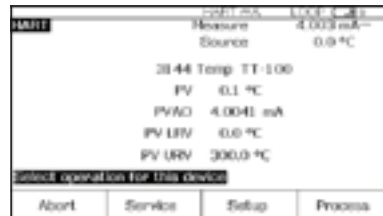

Figura 11.
1. Encienda el calibrador Fluke 754. Pulse la tecla roja **HART** y luego la tecla programable **Loop Power** (Alimentación en bucle). Pulse **ENTER** para cerrar las pantallas de advertencia; el calibrador 754 mostrará la información HART básica para el transmisor 3144 (Figura 11).